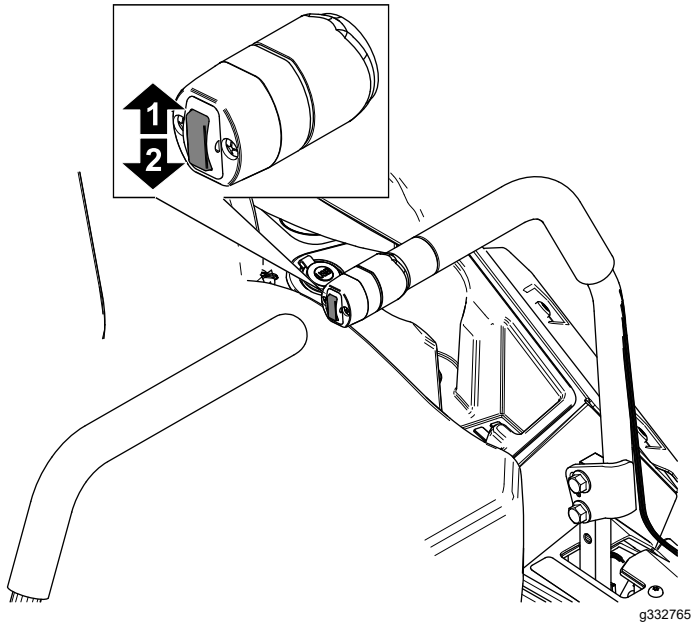

Figure 28
1. Appuyez sur le haut de l'interrupteur de commande du plateau (Figure 28) jusqu'à ce que le plateau soit complètement levé.
1. Appuyez sur le haut de l'interrupteur de commande du plateau (Figure 28).